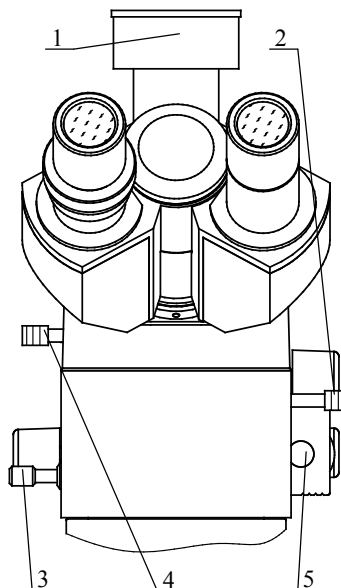

图 9
- 4) 三目头右上部的观察/摄像功能切换推杆是用来选择目镜观察或摄影。本仪器的摄影装置采用 100%透光摄影, 以满足更高要求的摄影需要, 见图 9。